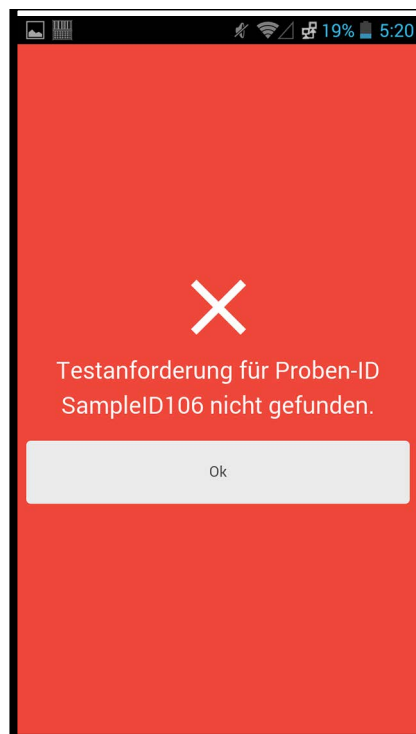

Abbildung 5-104. Scanner-Fehlerbildschirm „Anforderung nicht gefunden“ (weißes Kreuz auf rotem Grund) von Cepheid Link
- 3) Wenn keine Anforderung gefunden wird, erscheint der Fehlerbildschirm „Anforderung nicht gefunden“ (weißes Kreuz auf rotem Grund; vgl. Abbildung 5-104). Berühren Sie die Schaltfläche **Ok**, um wieder zum Bildschirm „Probe einscannen“ zu gelangen.
- 5) Wenn keine Anforderung gefunden wird, erscheint der Fehlerbildschirm „Anforderung nicht gefunden“ (weißes Kreuz auf rotem Grund; vgl. Abbildung 5-104). Berühren Sie die Schaltfläche **Ok**, um wieder zum Bildschirm „Probe einscannen“ zu gelangen.